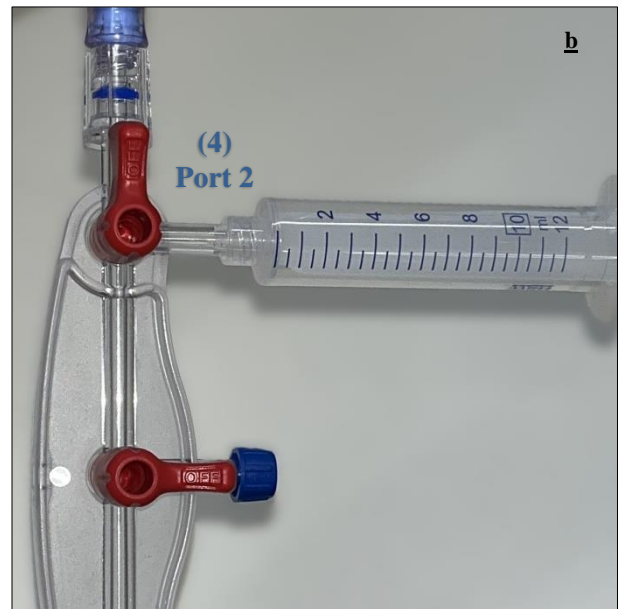

Fig. 28 Conectarea unei seringi sterile la al doilea port al distribuitorului cu robinet (4) prin intermediul conexiunii LUER pentru eluare.
- b) Conectați o seringă sterilă cu conexiune LUER la al doilea port al distribuitorului cu robinet (4).
- (Vezi Fig. 28.)